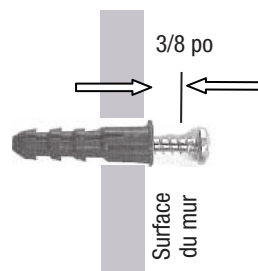

Figure 3
*REMARQUE:* Si les vis doivent être vissées dans un panneau de gypse et non dans un montant du mur, pré-percez les trous à l'aide d'une mèche de 3/16 po. Insérez les ancrages dans les trous, puis vissez les vis, en les laissant dépasser de 3/8 po de la surface du mur, tel qu'illustré à la **Figure 3**.